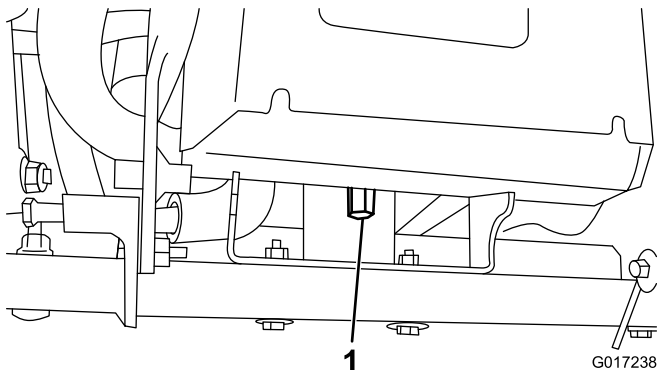

Bild 8
4. Entfernen Sie die große Mutter, mit der das Batterieunterteil hinten am Maschinenrahmen befestigt ist (Bild 8).